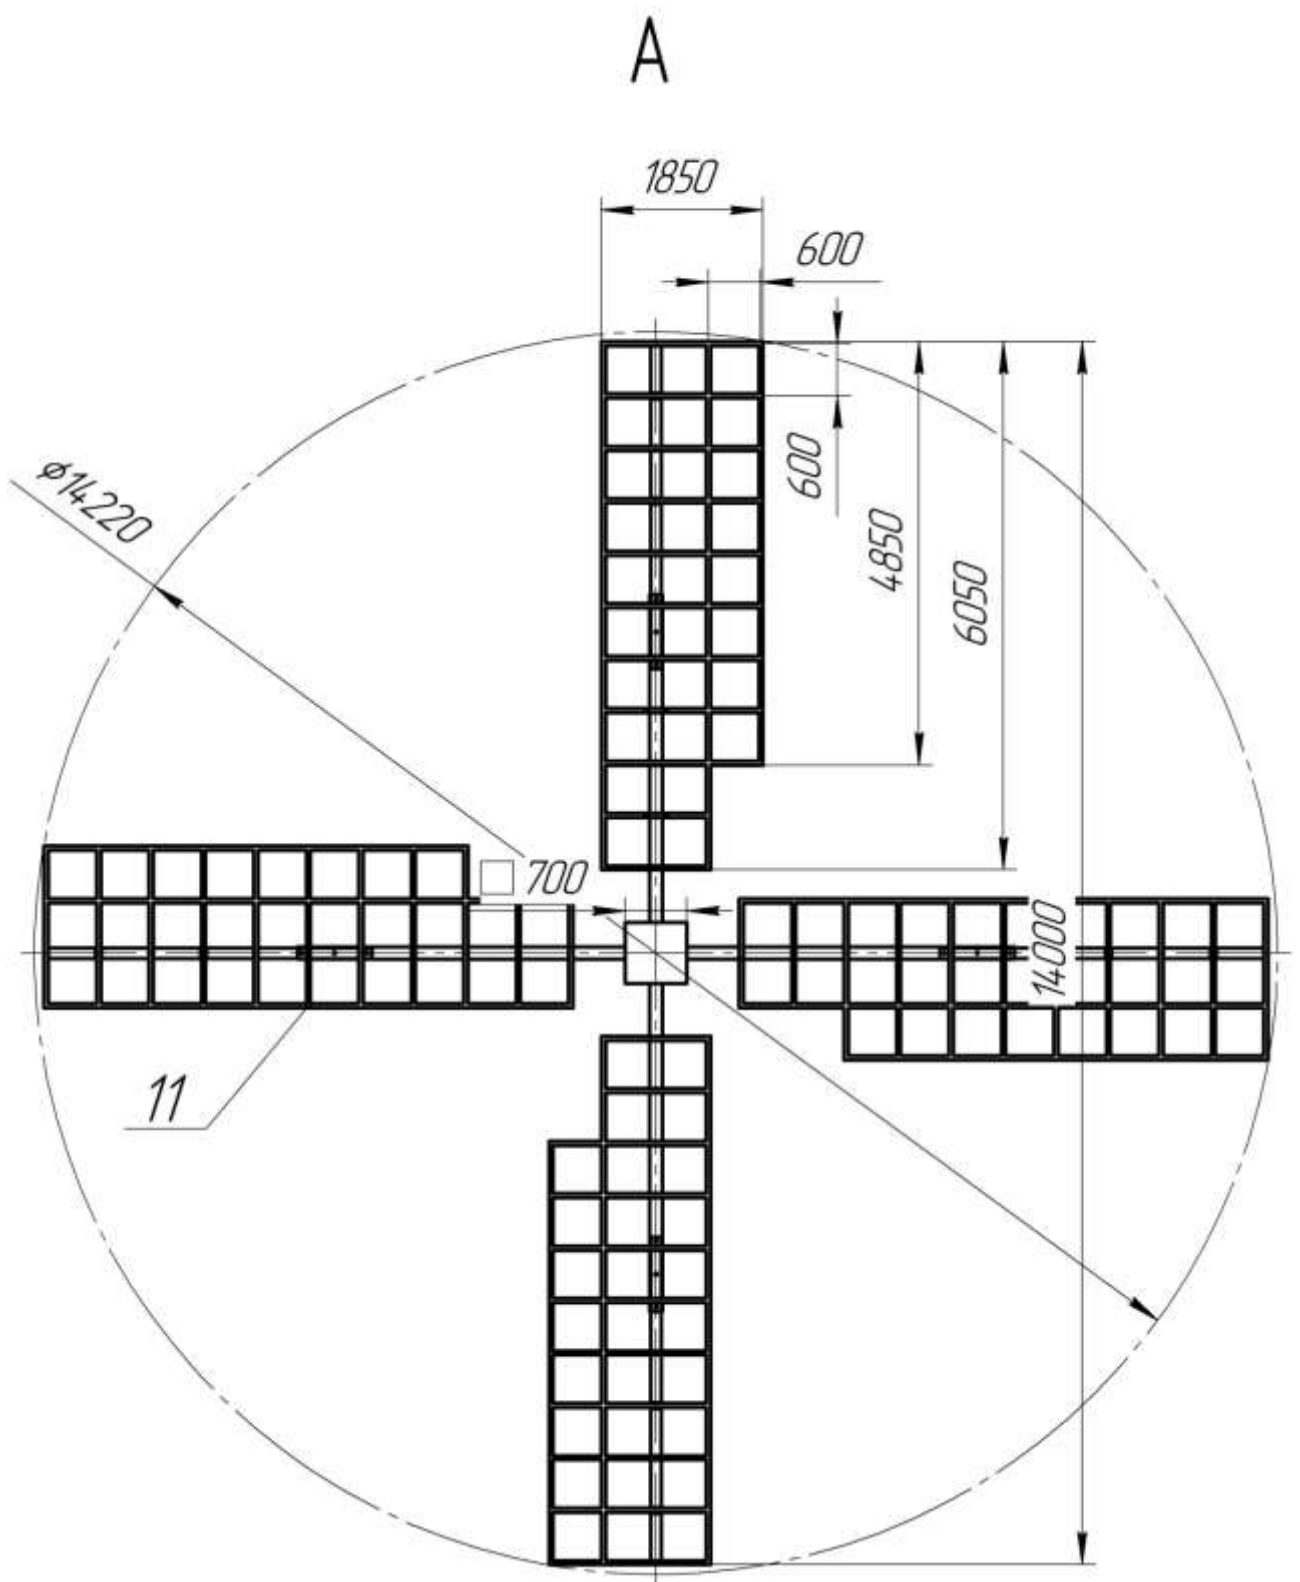

Рис. 1.2 Общий вид крыльев ветряной мельницы.
11. Крыло мельницы, см. рис. 1.2.